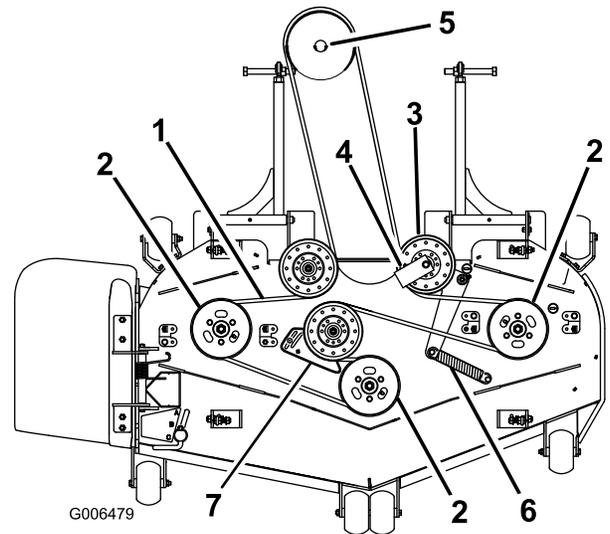

Figura 83
7. Retire la guía de la correa de la polea tensora tensada con muelle, según se muestra en Figura 83.
9. Pase la correa nueva alrededor de las poleas de la segadora y de la polea de la caja de engranajes, debajo del motor (Figura 83).
10. Instale la guía de la correa en la polea tensora tensada con muelle con un ángulo de 45°, como se muestra en la Figura 83. Apriete el perno a 37–45 N·m.
11. Instale el muelle tensor en los dos postes (Figura 83).